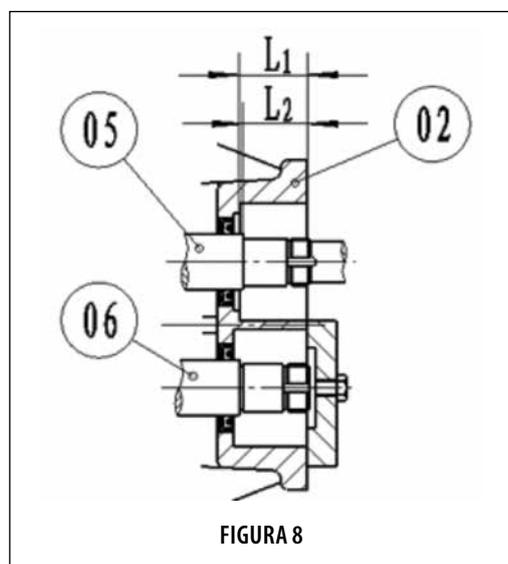

FIGURA 8
De acordo com a Figura 8, instale duas buchas cônicas de instalação para a vedação do óleo no lado sem acionamento do eixo motor e do eixo de saída (05 e 06). Instale a gaxeta (22). Aperte a unidade de caixa de mancal dianteira (03) na caixa da bomba (01) com um perno roscado (117), arruela plana (119) e porca (118) e remova as buchas cônicas de instalação da vedação do óleo.